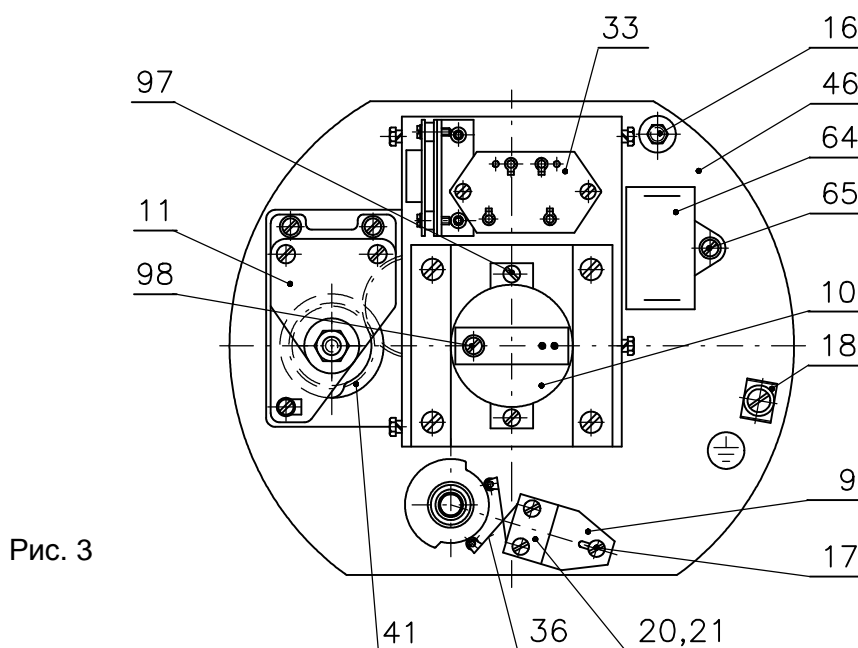

Рис. 3
Модуль М4 – шкаф управления(Рис.3) – исполнение с емкостным датчиком.
Блок выключателей (9) (рис.3,6) образован из двух микровыключателей S1 и S2. В рабочее положение устанавливается после ослабления винта (17).